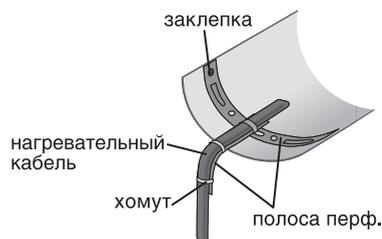

Рисунок 5.
- При опуске нагревательной секции использовать полосу перфорированную, согнутую по радиусу и закрепленную в «замок» с полосой в лотке. Секцию к полосе крепить при помощи изоляенты или пластиковых хомутов (Рис. 5)